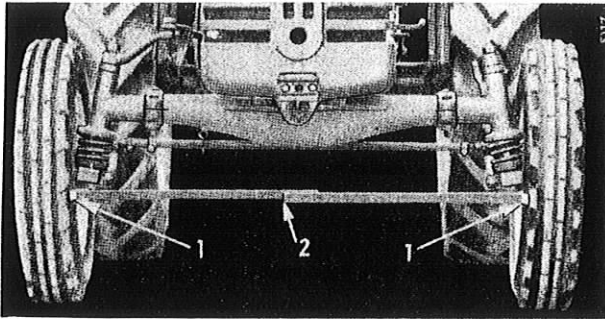

Bild 29
Die Vorderräder müssen 3–5 mm vorspuren. Zunächst ist der Abstand vorn an der inneren Felgenkante in halber Höhe des Rades zu messen (1) und (2), Bild 29.